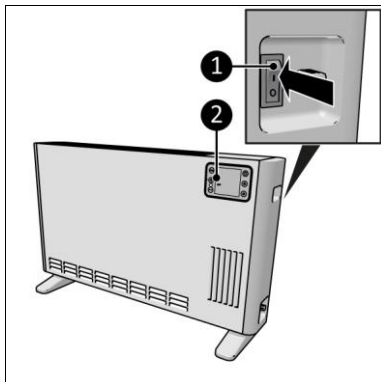

Figura 12
1. Puneți comutatorul ON / OFF în poziția ON (Figura 12, poz. 1).
2. Afișajul (Figura 12, poz. 2) va arăta OFF.